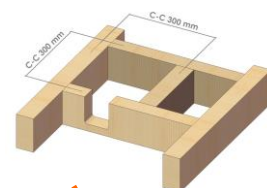

Fig 7
- Golvbjälkarna vid golvbrunnen ska vara monterade c/c 300 mm x 300 mm. Vid installation med horisontalt utloppsrör görs ett urtag i bjälkarna, se fig 7.